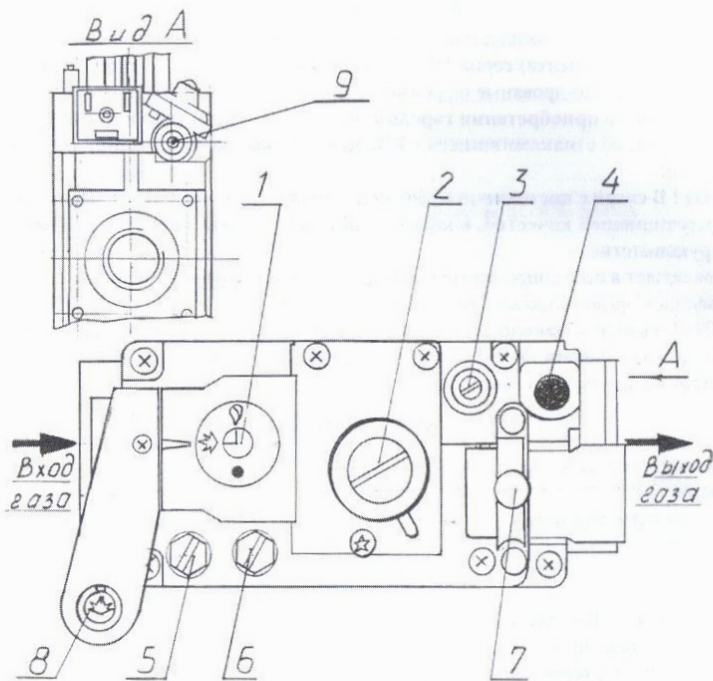

Рис.2. Элементы управления газовым клапаном.
- Отрегулировать входное давление газа на автоматическом регуляторе (поз.2 рис.2). Для этого через проходной сальник, в окне на крышке клапана, необходимо полностью завернуть винт стабилизатора давления по часовой стрелке.